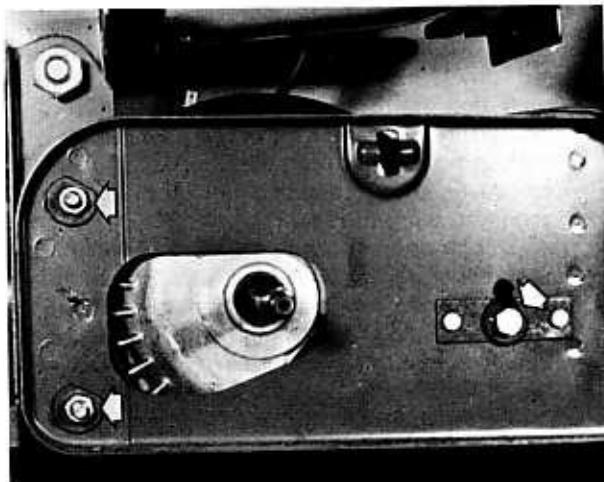

Bild 15
- Ringsherum prüfen, ob keine Verbindungen zum Motor mehr bestehen, die den Ausbau behindern könnten. So ist am Modell Bravo der Seilzug der Hinterradbremse durch eine Führung an der Lüfterverkleidung befestigt. Der Motor hängt nun vorn noch an zwei Schrauben, die durch Augen im Kurbelgehäuse und Öffnungen in beiden Seiten teilen des Pressstahlrahmens führen. Eine dritte kurze Schraube hält den Motor hinten links (Bild 15).